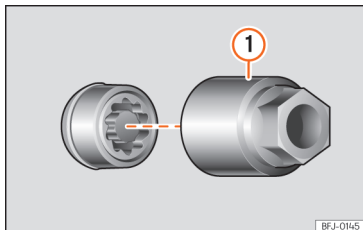

Fig. 187 Parafuso antirroubo com capa de proteção e adaptador.
- Encaixe o adaptador especial »» » **Fig. 187** ① (ferramenta de bordo »» » **Página 261**) no parafuso antirroubo da roda até ao limite.